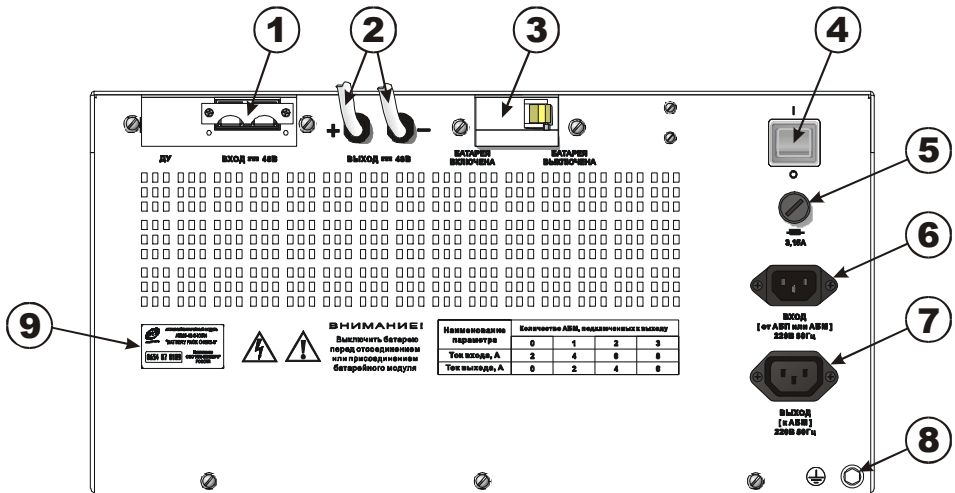

Рисунок 1 – Задняя панель АБМ
**1.9** На задней панели АБМ (рисунок 1) расположены: